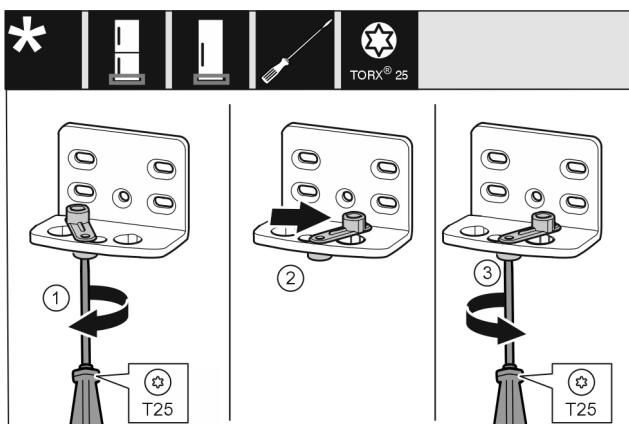

Fig. 17 *
- Afloje el tornillo Fig. 17 (1) con el destornillador.*
- Levante el dispositivo de cierre de la puerta Fig. 17 (2) y gírelo 90° a la derecha hacia el orificio.*
- Apriete el tornillo Fig. 17 (3) con el destornillador.*